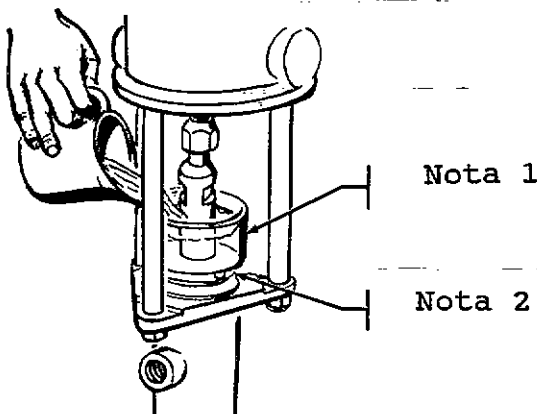

Fig 2
Remplir à moitié l'écrou de presse-étoupe/presse-étoupe (4) de liquide d'étanchéité d'ajutage (TSL), ou d'un solvant compatible. Voir Fig 2. Toujours laisser le presse-étoupe rempli pour éviter le séchage du produit en cours de pompage sur la tige de piston, et l'endommagement des garnitures d'ajutage.